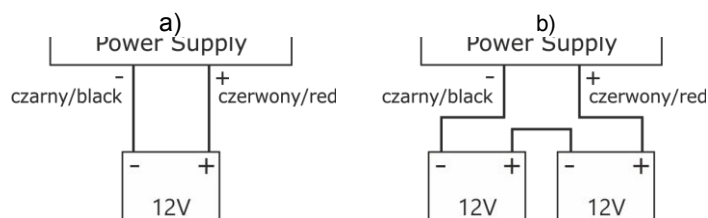

Abb. 4 Anschluss der Batterien je nach Version des Netzteils:
2. Schließen Sie die Batterien an das Netzteil an und achten Sie dabei besonders auf die richtige Polarität und Art der Anschlüsse (Abb. 4):